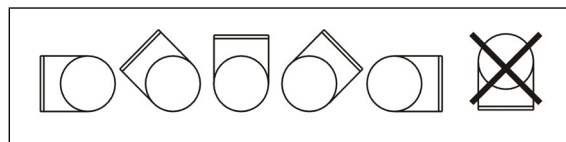

fig. 2
3. Installez le réchauffeur dans un conduit horizontal ou vertical dans une position de montage autorisée, conformément à la fig. 2.
Le réchauffeur peut être installé dans un conduit horizontal ou vertical. La figure 2 montre les positions d'installation autorisées et non autorisées.